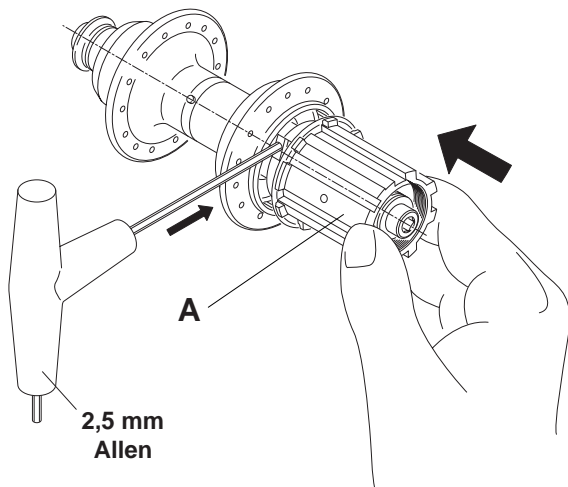

Fig. 16
- Accostate il corpetto RL (A - Fig. 16) al mozzo e tenetelo premuto ad esso, abbassate uno ad uno i tre cricchetti con la chiave a brugola e inserite il corpetto a fondo nella sua sede.
- Place the freewheel body (A - Fig. 16) on the hub and hold it in position. Lower the three pawls one by one by pushing down on them with the Allen wrench and fully push the freewheel into its seat.
- Den Freilaufkörper (A - Abb. 16) zur Nabe hinführen und diesen an die Nabe gedrückt halten, die drei Klinken einzeln mit dem Inbusschlüssel in die Innenverzahnung der Nabe einsetzen und den Freilaufkörper tief in seinen Sitz einführen.
- Approchez la roue libre (A - Fig. 16) du moyeu et maintenez-la appuyée contre celui-ci, abaissez un à un les trois cliquets avec la clé Allen et introduisez la roue libre à fond dans son logement.
- Acercar la rueda libre (A - Fig. 16) al buje y mantenerla apretada a éste, bajar las tres carracas una a la vez con la llave hexagonal, y meter la rueda libre hasta el fondo en su asiento.
- Plaats de cassettebody (A - Fig. 16) op de naaf en hou hem in positie; druk de drie pallen één voor één met een sleutel op hun plaats.